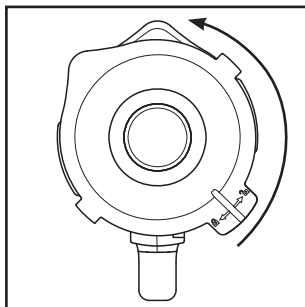
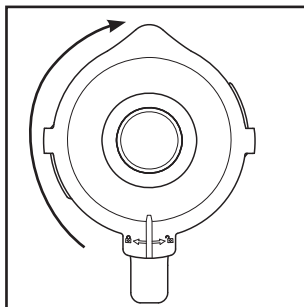

Fig. 1
Fig. 2
- 1) Détachez le bol mixeur ③ tout droit vers le haut du bloc moteur ⑥.
- 2) Retirez le couvercle ② en le tournant dans le sens anti-horaire en direction de la position  (voir fig. 1), jusqu'à pouvoir le retirer par le haut.
- 3) Remplissez le bol mixeur ③. Ce faisant, ne dépassez jamais le repère MAX.
- 4) Appuyez à nouveau fermement le couvercle ② sur le bol mixeur ③ de manière décalée. Refermez le couvercle ② en le tournant dans le sens horaire jusqu'à ce qu'il encrante audiblement en position  (voir fig. 2). Veillez à ce que le bec verseur du bol mixeur ③ soit fermé. Le moteur ne peut démarrer que si le couvercle ② est posé de manière alignée.